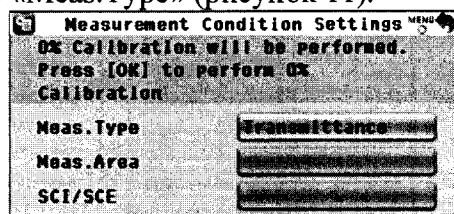

Рисунок 11
8.2.2.4 При измерении пропускания провести калибровку. Для этого нажать на кнопку «CAL». Отобразится экран «Measurement Condition Settings», установить после «Transmittance» в настройке «Meas.Type» (рисунок 11).